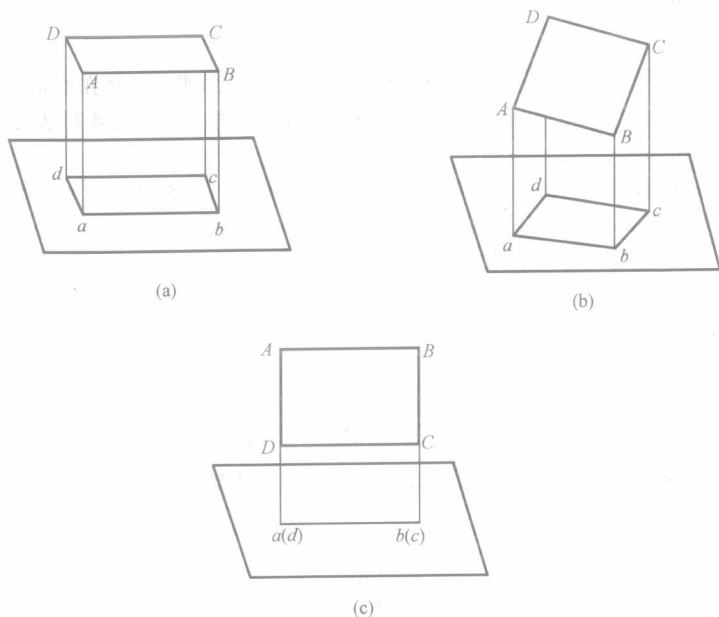

图 1-2 正投影规律
(1)显实性。直线、平面平行于投影面时,其投影反映实长、实形,形状和大小均不变,这种特性称为投影的显实性,见图 1-2(a)。
(2)类似性。直线、平面倾斜于投影面时,其投影仍为直线(长度缩短)、平面(形状缩小),这种特性称投影的类似性,见图 1-2(b)。
(3)积聚性。直线、平面垂直于投影面时,其投影积聚为一点或一条直线,这种特性称投影的积聚性,见图 1-2(c)。